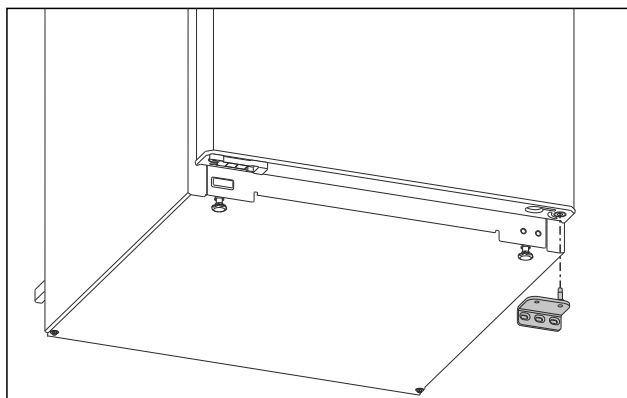

Fig. 5
- ▶ Снимите опорный кронштейн движением вниз. (см. Fig. 5)